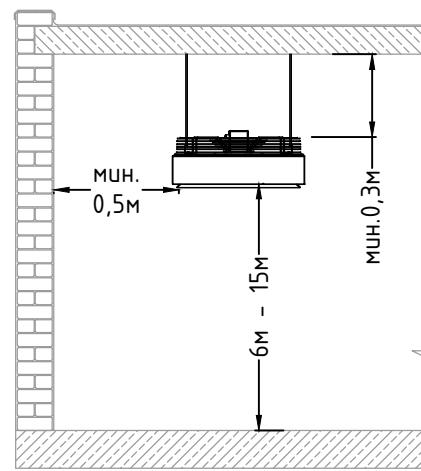

Рис. 3. Рекомендуемые расстояния при монтаже монтааже 3-го и 4-го типоразмера
- Соблюдайте рекомендуемые высоты монтажа устройств для обеспечения равномерного распределения воздуха по высоте помещения. Рекомендуемые высоты монтажа приведены на Рис. 3 и 4.
Дестратификаторы устанавливаются на горизонтальных поверхностях. Аппарат оснащен монтажными креплениями для установки на шпильки. Во время установки необходимо соблюдать рекомендуемые расстояния до ближайших конструкций (Рис. 2 и Рис. 3).